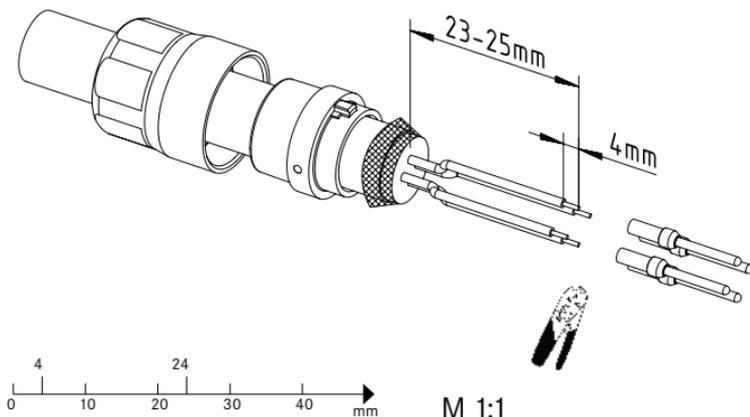

Abbildung XI-13
2. Schieben Sie Überwurfmutter und gewählte Dichtung auf das Kabel (Abb. XI-13).
- Entfernen Sie den Kabelmantel (Abb. XI-13).
- Schirmgeflecht zurückziehen. Falls nötig, entfernen Sie die Folien (Abb. XI-13).
- Entfernen Sie die Aderisolierung und crimpen Sie die Kontakte (Abb. XI-13).